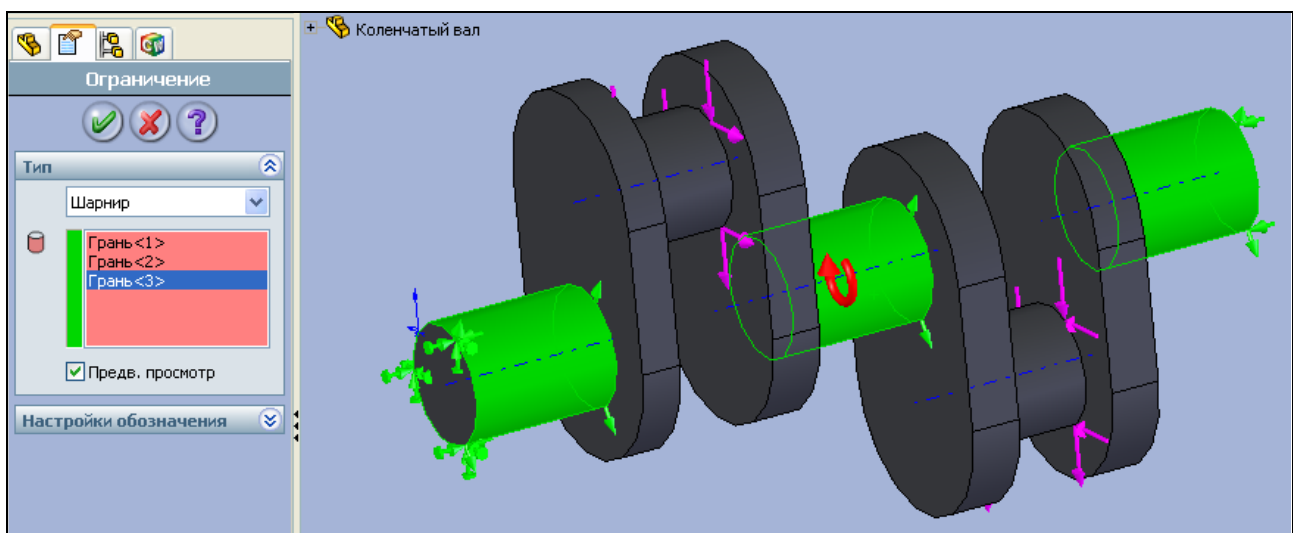

Рис. 7.6. Задание ограничения типа **Шарнир**
7. Реакции на коренных опорах вращения зададим с помощью шарнирного ограничения (подшипника). Для этого нажмите еще раз на кнопку  — **Ограничения** в панели инструментов **COSMOSWorks** – **Нагрузки** или пройдите путь в главном меню **COSMOSWorks** | **Нагрузки/Ограничение** | **Ограничения**. В диалоговом окне **Ограничение** выберите Тип ограничения **Шарнир** и укажите мышью грани всех коренных шеек (рис. 7.6). После выбора ограничения нажмите кнопку  **ОК**.